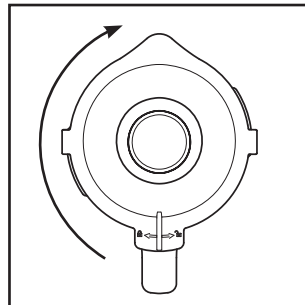

Fig. 2
- 4) Appuyez à nouveau fermement le couvercle ❷ sur le bol mixeur ❸ de manière décalée. Refermez le couvercle ❷ en le tournant dans le sens horaire jusqu'à ce qu'il encrante audiblement en position  (voir fig. 2). Veillez à ce que le bec verseur du bol mixeur ❸ soit fermé. Le moteur ne peut démarrer que si le couvercle ❷ est posé de manière alignée.